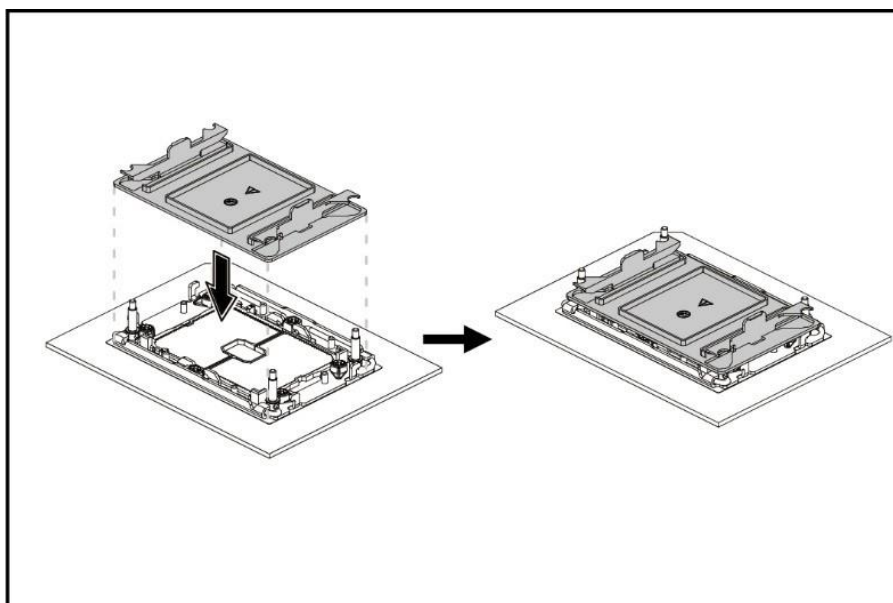

Рисунок 64 – Установка защитной крышки
- Поместите защитную крышку на основание сокета процессора и плотно прижмите ее (см. рисунок 64).